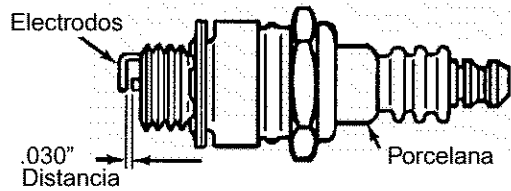

Figura 10
Limpie la bujía y ajuste el espacio a 0,030" al menos una vez por estación o cada 100 horas de funcionamiento. Ver Figura 10. Reemplace cuando sea necesario.
3. Cambie la bujía si los electrodos están picados, quemados o la porcelana está rota. Ver Figura 10.